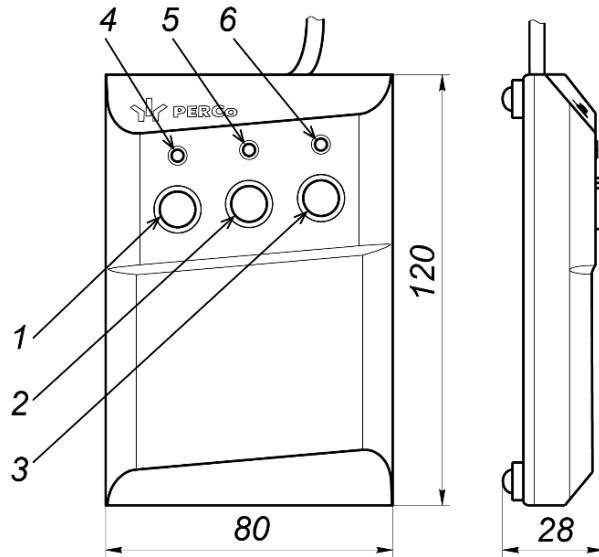
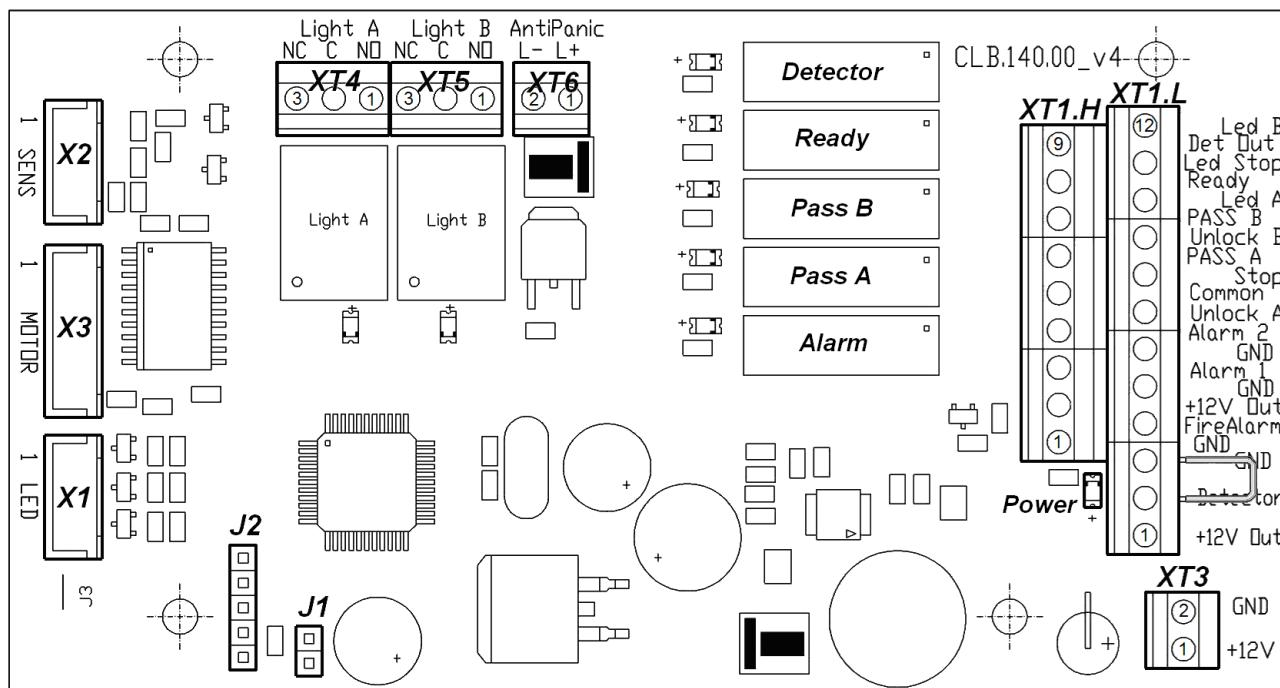

Рисунок 4. Общий вид и габаритные размеры ПДУ
Рисунок 5. Внешний вид платы управления
ПДУ (9) выполнен в виде небольшого настольного прибора в корпусе из ударопрочного АБС пластика и предназначен для задания и индикации режимов работы при ручном управлении турникета. ПДУ подключается к плате гибким многожильным кабелем (10) через клеммную колодку **XT1.L** (см. рис. 5). Общий вид ПДУ показан на рис. 4.
Внутри стойки расположен кронштейн с установленной платой управления (см. рис. 5) и клеммами для подключения внешних устройств. К плате подключаются ПДУ, выходы СКУД, устройство РУ (при его использовании), устройство аварийного открытия прохода *Fire Alarm* (далее – *устройство Fire Alarm*). На клеммы подключения внешних устройств выведены линии подключения источника питания, линии сигналов считывателей. Подключение внешних устройств производится в соответствии со схемой электрических соединений турникета (см. рис. 13).
На плате управления (см. рис. 5) расположены:
Выбор режима управления осуществляется снятием / установкой перемычки на разъем *J1* платы управления. Расположение разъема *J1* показано на рис. 5. При поставке перемычки установлена, что соответствует импульльному режиму управления турникетом. Для перехода в потенциальный режим управления снимите перемычку. Изменение режима управления произойдет после включения турникета.